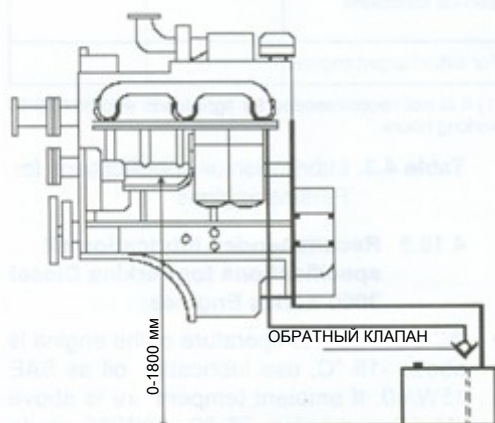

Рис. 4.7: Типовая схема топливной системы с топливным баком, установленным ниже двигателя
- В простейшем расположении топливного бака, уровень топлива не должен быть выше инжекторов или ниже топливного насоса более чем 1.8м, см.Рис. 4.7.